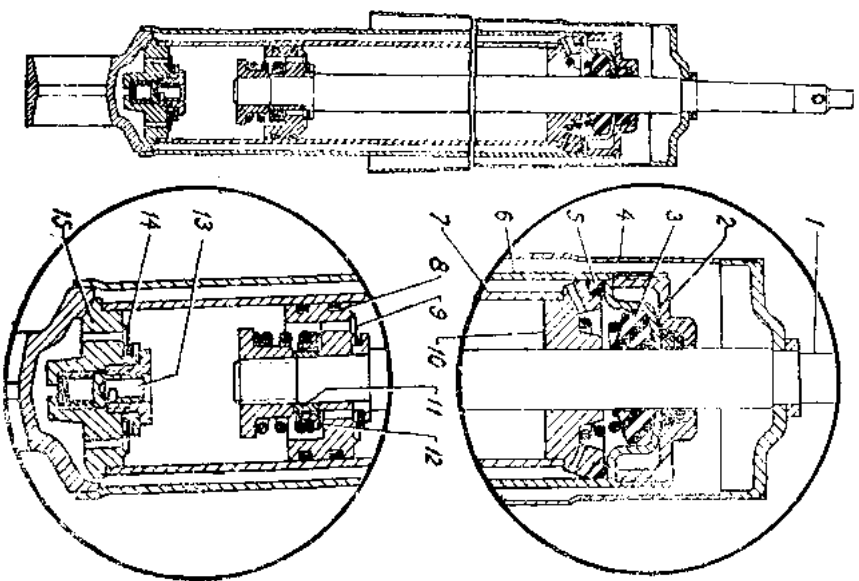

Рис. 70. Телескопический амортизатор.
**Амортизаторы** автомобиля «Волга» — разборные. Передние амортизаторы внешне отличаются от задних меньшей длиной. Амортизатор (рис. 70) состоит из резервуара 6, в котором при помощи гайки 2 зажат рабочий цилиндр 7, закрытый сверху направляющей втулкой 10, а снизу корпусом клапана сжатия. Для герметизации цилиндра и резервуара служат уплотнительное резиновое кольцо 5 и сальник 3, полностью поджимаемый пружиной, и войлочный сальник 4. Для уменьшения загромождения штока на нем закреплен кожух 4. Цилиндр амортизатора заполнен веретенным маслом АУ. Частично масло находится и в резервуаре.